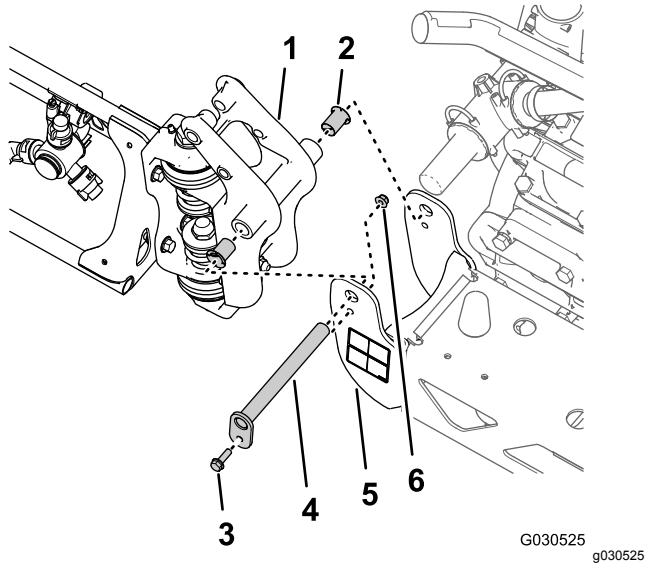

Figura 74
- Retire el perno con arandela prensada (5/16" x 1") y la contratuerca con arandela prensada (5/16") que sujetan el pasador de giro al soporte de giro (Figura 74).
- Retire el pasador de giro del soporte de giro de la sección de brazo central y del acoplamiento de giro de la sección de brazo exterior (Figura 74).
- Separe la sección de brazo exterior de la sección de brazo central y retire la sección exterior de la máquina (Figura 74).
- Retire los dos casquillos con brida de nylon del acoplamiento de giro de la sección de brazo exterior (Figura 74).